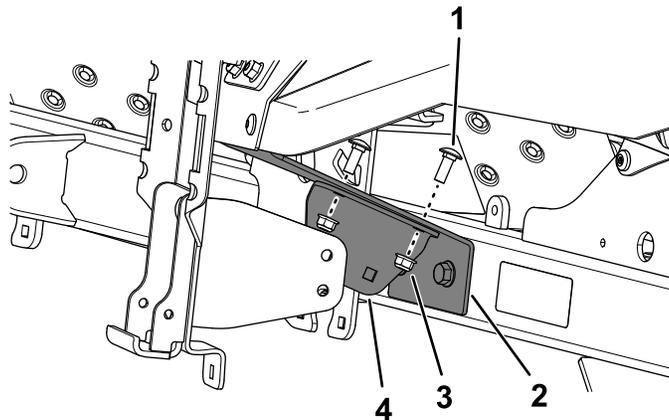

Figure 9
- Fixez le support intérieur au support du carénage à l'aide de 2 boulons de carrosserie (5/16" x 7/8") et 2 écrous (5/16"), comme montré à la Figure 9.